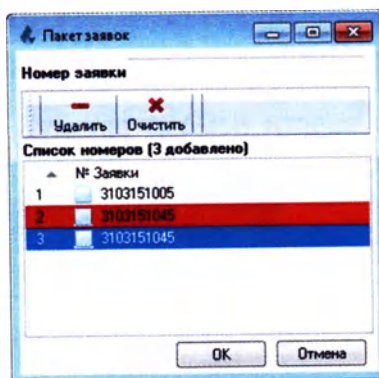

Рисунок 2.93
5.3. В случае если пользователь добавит номер повторно, номер будет выделен красным цветом (Рисунок 2.93):